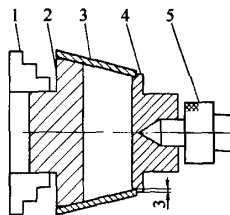

图4 车锥面工装
(1) 车外圆锥面工装结构 该工装由定位套 2 和顶板 4 两部分组成。如图 4 所示。
(2) 工装使用方法